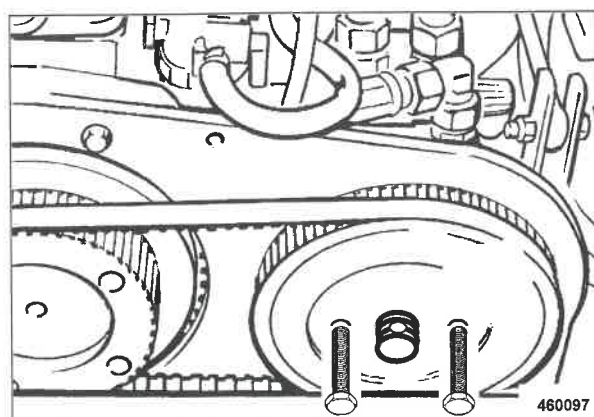

Fig. 142
- Usare due viti di separazione M8 X60 per separare l'ingranaggio di comando dal cono di supporto (Fig. 142) e togliere la ruota dentata insieme con l'ingranaggio.